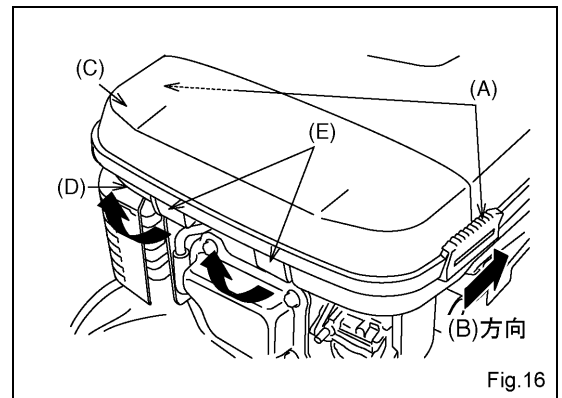

Fig.16
- 両側の止め金（A）を（B）の方向に動かしてエアクリーナケース（C）とエアクリーナボディ（D）の締め付けをゆるめます。次に2つの掛金（E）を両手で引きながら天方向へ引き上げてエアクリーナケースをエアクリーナボディから外して下さい。（Fig.16）